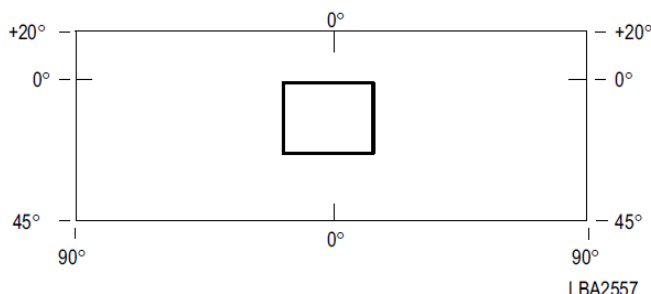

Figure 4-15. PNVS Field Of Regard
- (a) **PNVS FOR.** Il campo di vista PNVS (fig. 4-15) rappresenta quanto segue: La parte superiore del riquadro segna $+20^\circ$, i tic orizzontali indicano la posizione 0° , e la parte inferiore del riquadro segna -45° . Il lato sinistro del riquadro segna -90° , i segni di tic verticali centrali indicano 0° , e il lato destro del riquadro segna $+90^\circ$.